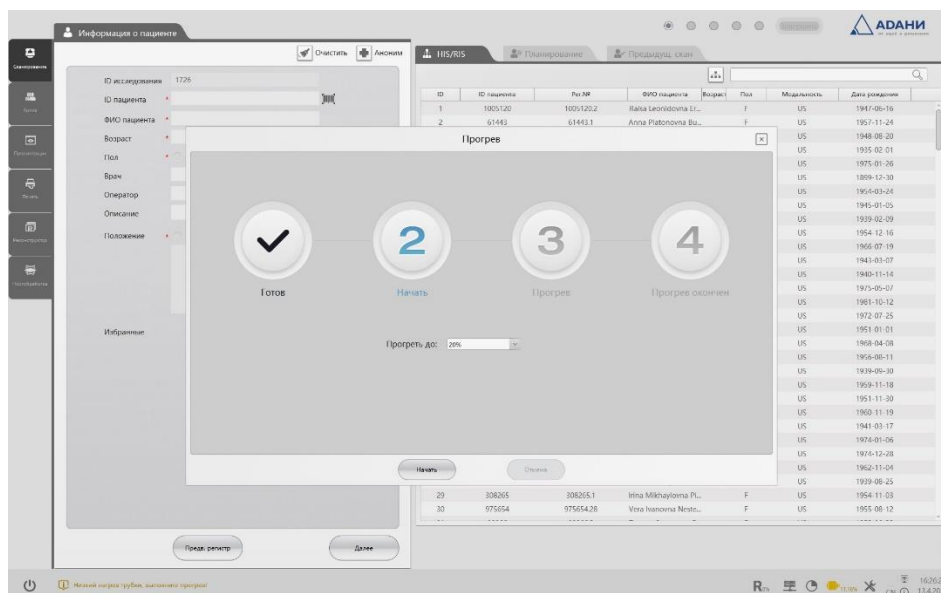

Рисунок 4-4 Информационное окно «Прогрев»
3. В появившемся диалоговом окне (рис. 4-4) нажмите «Начать сканирование» для подготовки системы к прогреву трубки